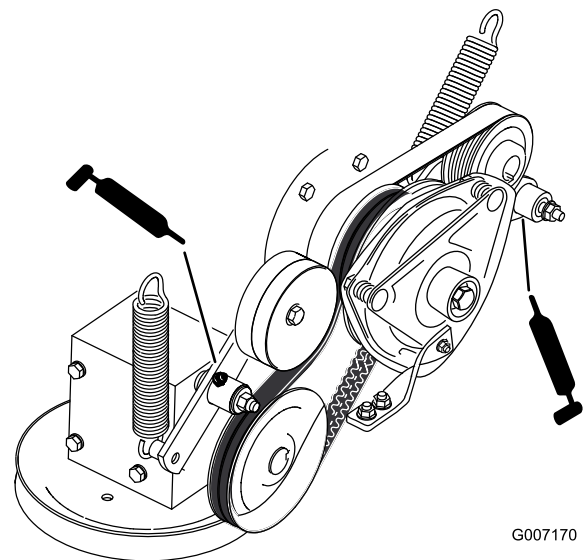

Figura 34
7. Engrase el brazo tensor de la correa de transmisión de la PTO (Figura 34).
8. Engrase el brazo tensor de la correa de la bomba (Figura 34).